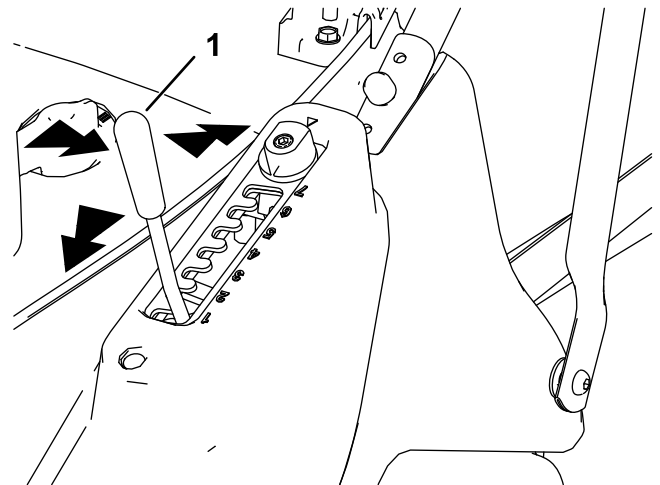

Bild 11
1. Fassen Sie den Schnitthöhen-Hebel an und ziehen ihn seitlich, um ihn aus der Arretierungskerbe zu lösen (Bild 11).
2. Drücken Sie den Hebel zum Verringern der Schnitthöhe nach vorne oder ziehen ihn zum Anheben der Schnitthöhe nach hinten (Bild 11).
3. Lassen Sie den Hebel in der gewünschten Stellung los und stellen Sie sicher, dass er in einer der sieben Einstellkerben einrastet (Bild 11).